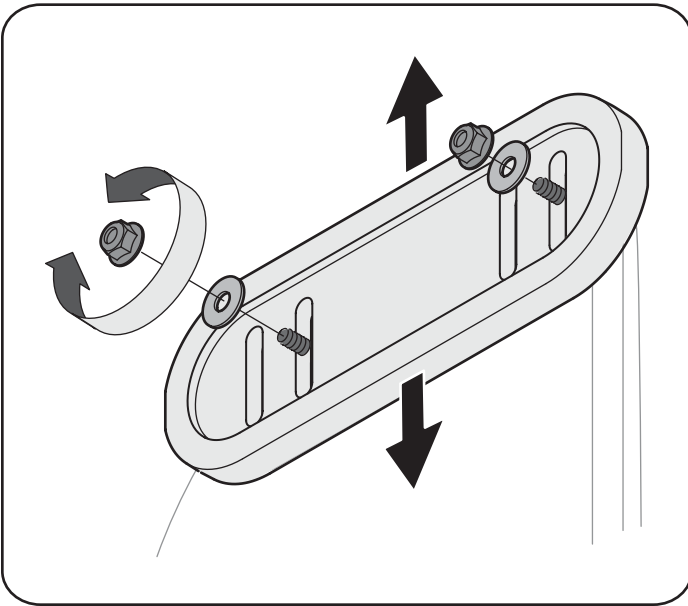
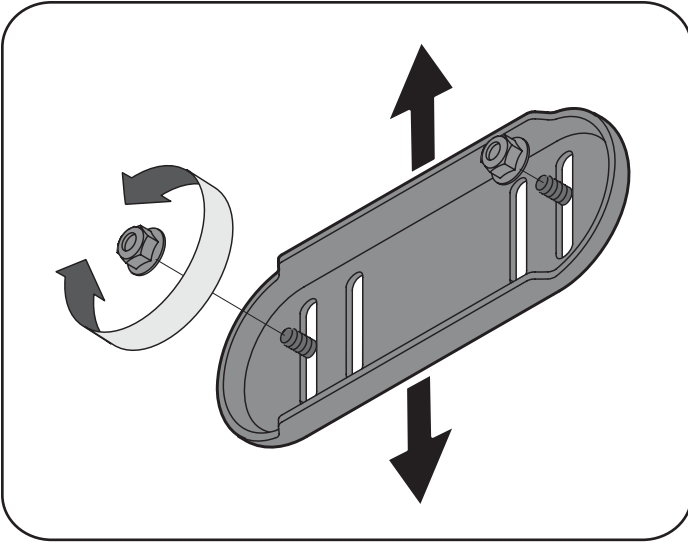

Figure 16 - Polymer patin
Figure 17 - Acier patin
1. Ajustez les patins en desserrant les contre-écrous à embase, rondelles (le cas échéant) et les boulons ordinaires. Placez les patins à la position voulue. Voir la Figure 16 et Figure 17.